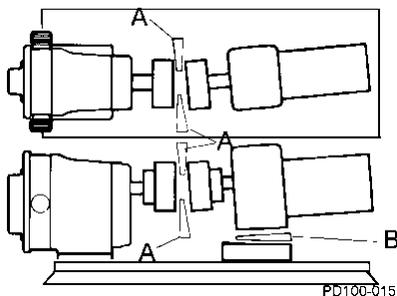

Ilustración 23 - Comprobación de la alineación angular
1. Utilizando galgas o calibres cónicos para interiores (Ilustración 23, elementos A y B), compruebe la alineación en los cuatro puntos cada 90 grados alrededor del acoplamiento, **ajuste con un tamaño idéntico en todos los puntos.**